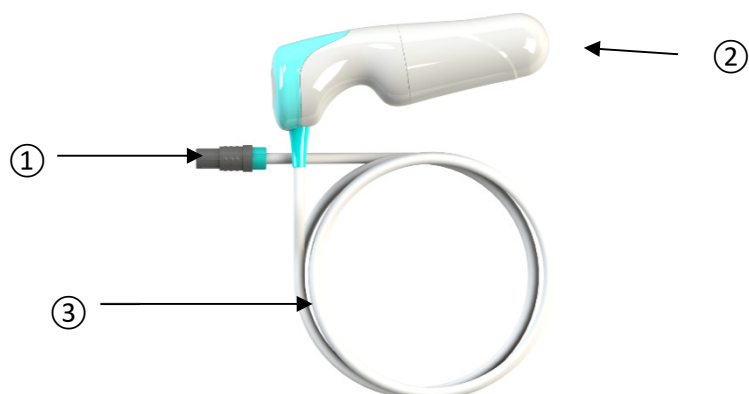

Bild 3-5 3D probe med tillhörande tabell
3.3.3 3D probe med tabell, se bild 3-5